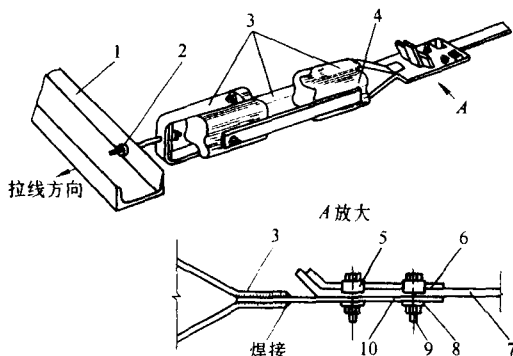
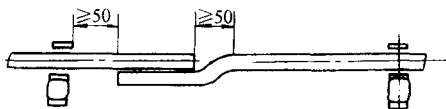

图 1-8
图 1-9
图中固定支架之间的间距不大于3m,终端都采用终端拉紧装置拉紧,如图1-8所示。安装步骤如下所述。
3) 装终端装置。在两端装上如图1-8所示的终端拉紧装置。
5) 平弯母排端头搭接处。每两片母排搭接时,其下面一片母排的搭接处要平弯一个弯头,使搭接后两片母排平直,如图1-9所示。但要注意上片母排端头与下片母排平弯开始处的距离不应小于50mm。这只要做一个简单的铁制的上下压模,在压力机上或用千斤顶即可成批的加工。另外,对两终端中的一根母排不钻螺孔的一边,按图1-8中6所示,以钢夹板上翘的角度也弯一同样的上翘角度。